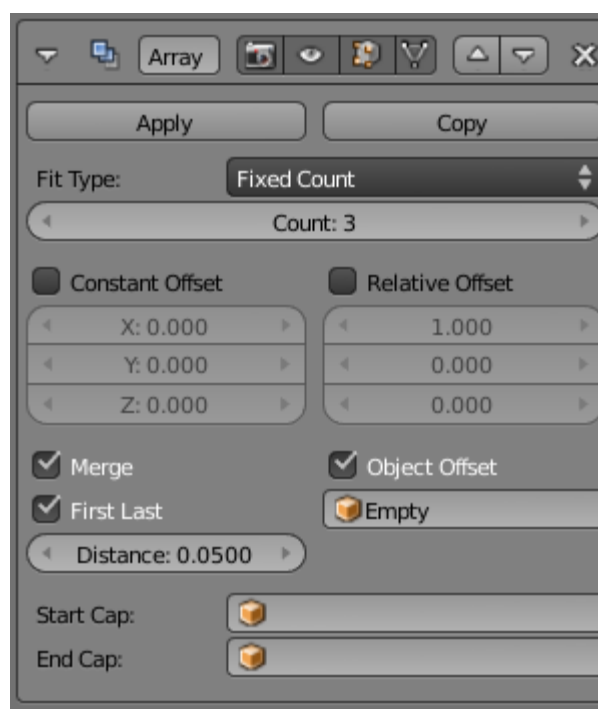

Figura 5.80
13. No painel do modificador Array, Desactive Relative Offset. Especifique um qualquer valor de Count maior que 2. Active Merge e First Last. Active Object Offset e seleccione o nome do Empty, figura 5.80.